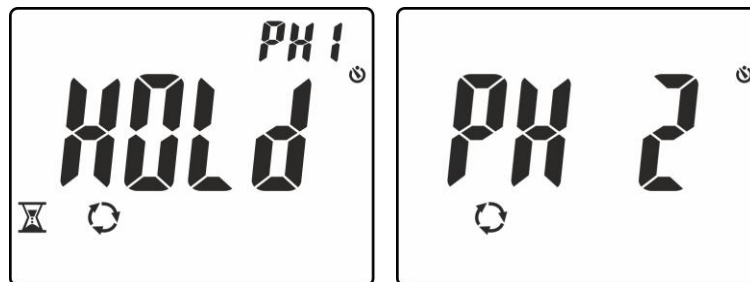

Fig. 12: Reconocimiento fase L1 y espera para fase L2
4. En condiciones correctas de tensión y frecuencia, el instrumento muestra el mensaje “**HOLD**”, los símbolos y “**PH1**” y emite un sonido continuo en espera del reconocimiento de un valor estable de tensión sobre la fase L1 (ver la Fig. 12 – parte izquierda)
5. **No retire la punta de la fase L1** hasta la visualización del mensaje “**PH 2**” parpadeante en pantalla (vea la Fig. 12 – parte derecha)